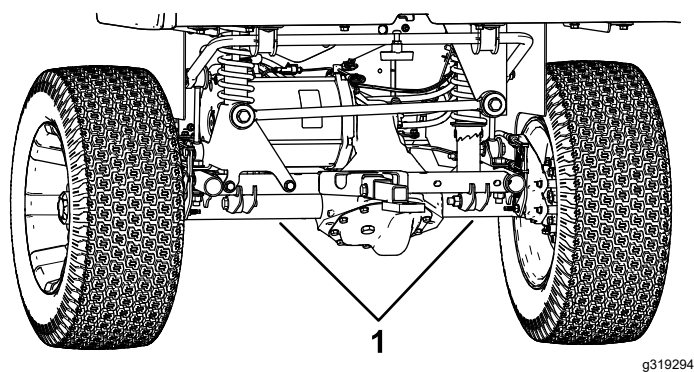

Figura 27
- El punto de elevación de la parte trasera de la máquina está debajo de los tubos del eje (Figura 27).